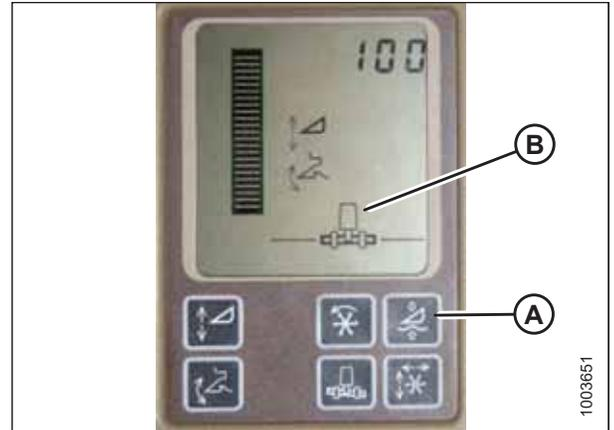

Abbildung 3.321: Display in John Deere-Mähdreschern
Die aktive Schneidwerk-Floatfunktion (A) und die automatische Schneidwerkshöhenregulierung (AHC) dürfen bei MacDon Schneidwerken **NICHT** gleichzeitig aktiviert sein. Die beiden Systeme arbeiten gegeneinander. Unter dem Schneidwerkssymbol (B) auf dem Display sollte **keine** gewellte Linie zu sehen sein. Das Symbol muss mit der Darstellung in der Steueranzeige „Aktives Schneidwerk“ in Abbildung 3.321, Seite 207 identisch sein.